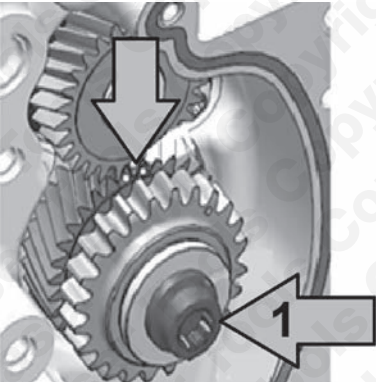

Abb. 1
- Taktmarken am Zwischenrad ausrichten und Befestigungsschraube des Zwischenrads entfernen (1).
- Zahnrad entfernen – siehe Abb. 1.